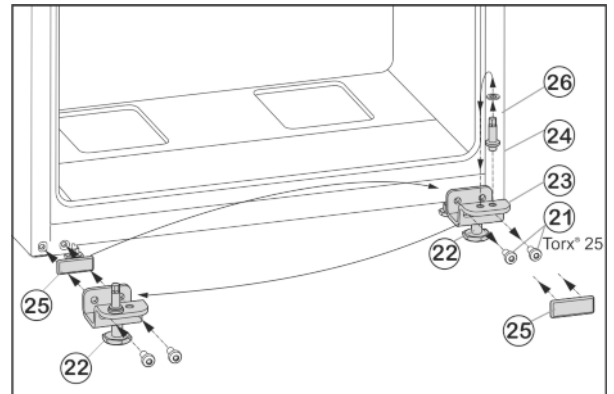

Fig. 6
- ▶ Befestigungsschrauben Fig. 6 (21) abschrauben.
- ▶ Lagerbock unten Fig. 6 (23) komplett mit Lagerbolzen Fig. 6 (24), Scheibe Fig. 6 (26) und Stellfuß Fig. 6 (22), abnehmen.
- ▶ Lagerbolzen Fig. 6 (24) komplett mit Scheibe Fig. 6 (26) abschrauben, in das gegenüberliegende Aufnahmeloch des Lagerbocks umsetzen und wieder festschrauben.
- ▶ Abdeckplatte Fig. 6 (25) vorsichtig abnehmen und auf die Gegenseite umsetzen.
- ▶ Lagerbock unten Fig. 6 (23) komplett mit Lagerbolzen Fig. 6 (24), Scheibe Fig. 6 (26) und Stellfuß Fig. 6 (22) auf der neuen Scharnierseite ggf. mit Hilfe eines Akkuschaubers **fest (mit 4 Nm)** wieder anschrauben.
- ▶ Untere Tür von oben auf Lagerbolzen Fig. 6 (24) aufsetzen.
- ▶ Stellfuß *Fig. 6 (22)* am Lagerbock unten *Fig. 6 (23)* herausdrehen, bis er auf dem Boden aufliegt.